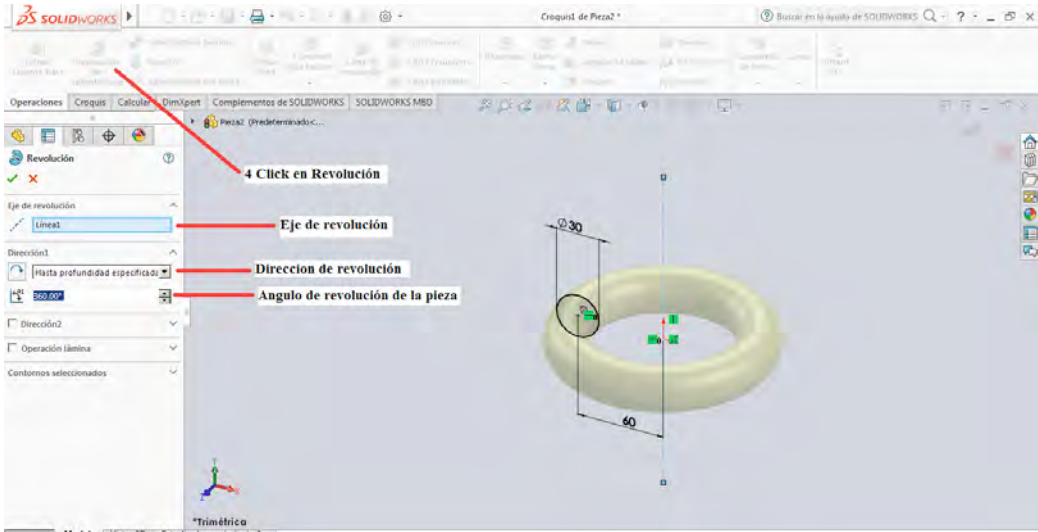

Figura 3-4
4. Con el croquis definido se realiza click sobre la pestaña operaciones y se realiza click sobre la herramienta **Revolución de Saliente Base**. Esta herramienta permite la configuración de algunas opciones en el momento de realizar la revolución en la figura 3-4 se muestra el resultado obtenido en el proceso.